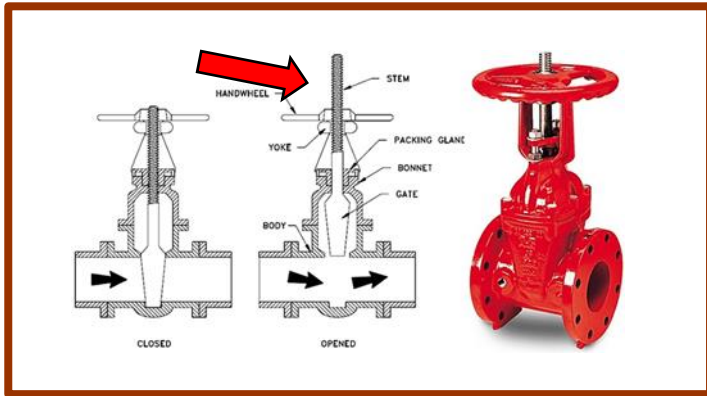
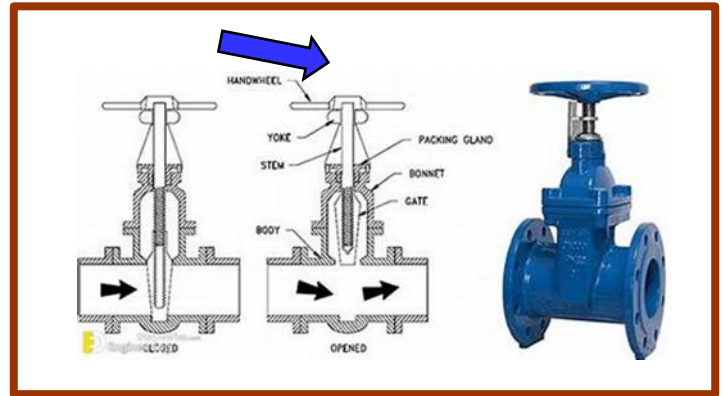

Figure 1 : Valvola con stelo mobile
Figure 2: Valvola con stelo fisso
Nei bacini di contenimento venivano usati entrambi i tipi di valvole a stelo mobile (fig. 1) e fisso (fig. 2) per consentire il drenaggio dell'acqua piovana verso lo stagno di raccolta. Le valvole a stelo mobile consentivano facilmente all'operatore di capire se la valvola era chiusa o aperta in base alla posizione dello (freccia rossa). Al contrario, le valvole a stelo fisso non fornivano quest'indicazione visiva (freccia blu) dato che lo stelo non si alza sopra la valvola quando questa è aperta. Era quindi difficile per gli operatori conoscere la reale posizione della valvola a stelo fisso senza fisicamente chiuderla o aprirla. In aggiunta, l'area del bacino era scarsamente illuminata, rendendo difficile per l'operatore vedere la posizione dello stelo della valvola. *Per maggiori dettagli, vedere CSB Report NO. 2010.02.I.PR.*
- Ci sono due tipi di valvole a ghigliottina che sono molto simili. (Figure 1 and 2).